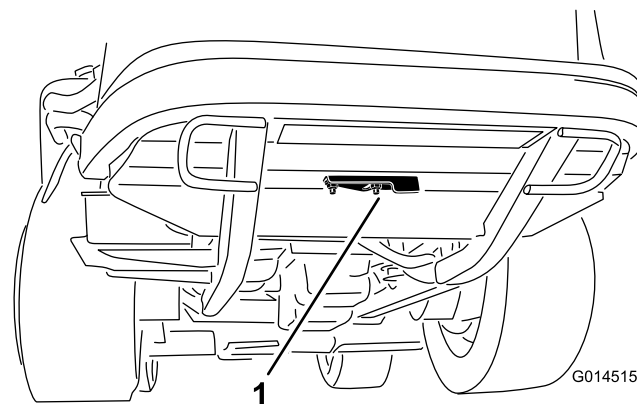

Figura 70
2. Afloje la tuerca con arandela prensada que sujeta la tapa del hueco de limpieza a la parte inferior del bastidor trasero (Figura 70). Gire la tapa a un lado para tener acceso al hueco de limpieza del bastidor.